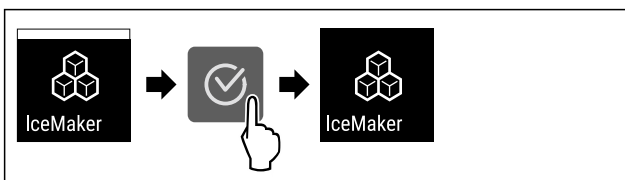

Fig. 21
- ▶ Провести етапи операцій (див. Fig. 21) .